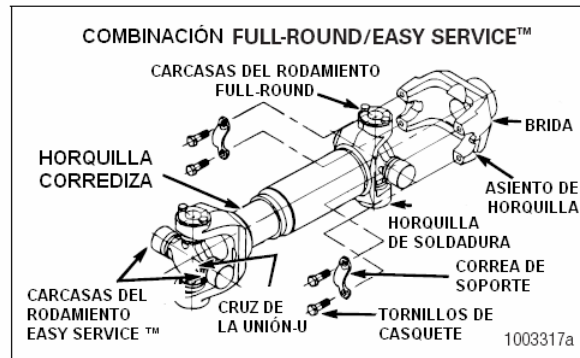

Figura 4.18
1. Verificar la línea de transmisión por si hay holgura. Si hay holgura, dé servicio a la línea de transmisión según sea necesario. Figura 4.18
1. Verifique la línea de transmisión para ver si hay holgura. Si hay holgura, dé servicio a la línea de transmisión según sea necesario. Figura 4.18